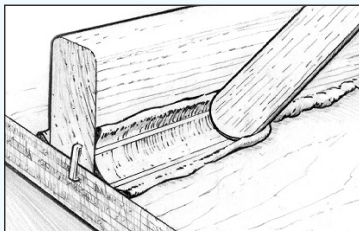

Figure 13 Façonner et lisser le congé
2. Modelez et lissez l'excédent d'époxy épaissi pour former un congé en utilisant le bout arrondi d'un outil (un stick de mélange est l'outil idéal) le long de la jointure. L'excédent de matériau est repoussé en avant de l'outil, laissant un congé en forme de gorge lisse, limité de chaque côté par une marge nette. Le petit surplus d'époxy restant à l'extérieur des marges (Figure 13) pourra être utilisé pour remplir les vides éventuels. Lissez le congé jusqu'à ce que vous soyez satisfait de son apparence. Un stick de mélange laissera un congé d'un rayon de 10 mm environ. Pour les congés plus larges, une spatule en plastique 808 découpée au profil ou arrondie au rayon désiré, sera idéale.